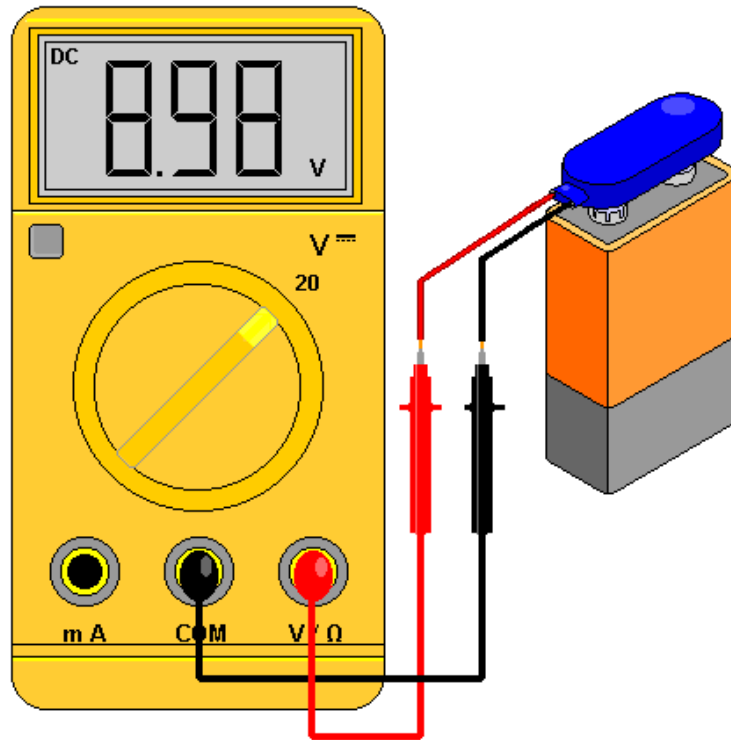

Figure 6. Branchement d'un multimètre en parallèle au circuit.
1. En mode **haute impédance**, ce qui signifie que le multimètre n'influencera pas le circuit lorsqu'il est branché en parallèle à un composant dans un circuit (Figure 6). Ce mode est utilisé pour mesurer la tension aux bornes d'une pièce dans un circuit sous tension. Il est aussi utilisé à l'extérieur d'un circuit pour mesurer la résistance, la capacitance ou l'inductance d'une pièce. Pour se brancher dans ce mode, il faut brancher le fil noir dans le port **COM** ou – et le fil rouge dans le port **VΩ** (ou autre symbole indiquant une tension en volt ou un symbole indiquant des Ohms).